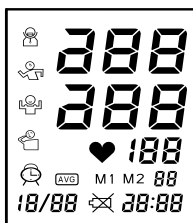

Fig. 4A
3. Quando le batterie vengono inserite per la prima volta o sostituite in un tempo superiore ai 10 secondi, il dispositivo azzerava automaticamente tutte le funzioni visualizzando sullo schermo tutti i simboli (Fig. 4A) per circa 1 secondo per passare poi alla sola visualizzazione dei dati dell'orologio (Fig. 4B).